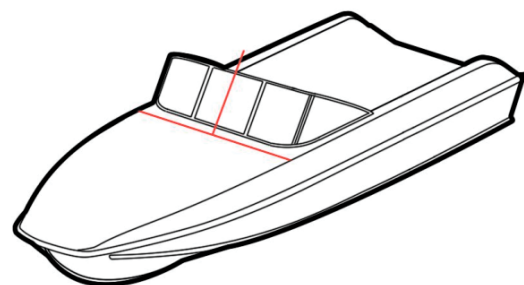

Рис. 3
4. Выставить рамку на лодке, определить места прилегания ветрового стекла (рис. 3).